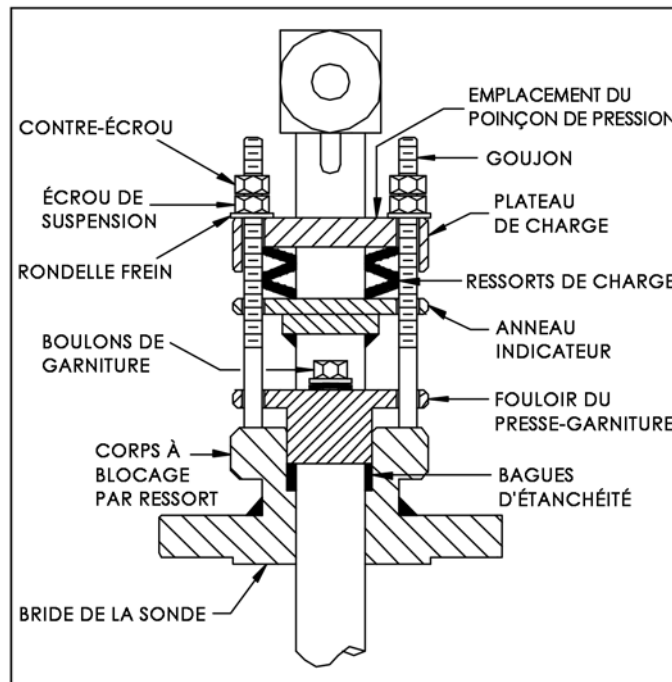

Figure 3. Vue coupée du blocage par ressort
- Avec le fouloir de presse-garniture et les bagues d'étanchéité déjà en place (assemblés en usine), insérez la sonde dans le corps à blocage par ressort (figure 3). Serrez légèrement (à la main) la sonde, le joint et la bride de montage. Insérez l'ensemble dans la conduite jusqu'à ce que la pointe de la sonde touche le côté opposé de la conduite. Alignez la tête de la sonde de sorte que la flèche marquée « FLOW » (flux) sur la tête soit orientée dans le sens du flux avec une marge de 3°. Le contour du raccord soudé doit correspondre à celui de la conduite. Vérifiez que le bas du raccord soudé est en contact avec la paroi de la conduite.